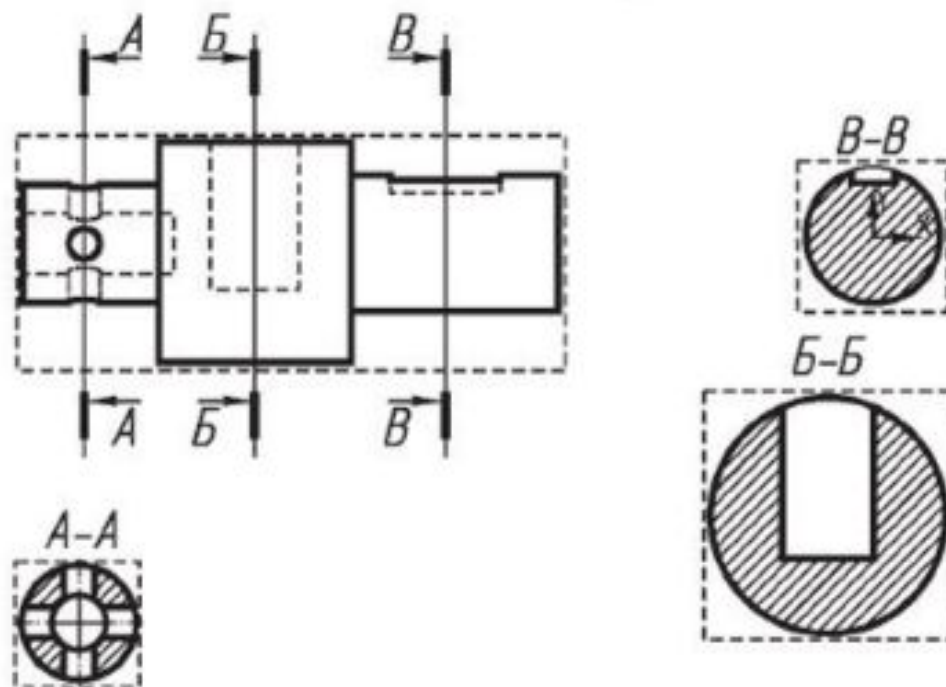

Рисунок 7.18 Результат построения сечений
13. Для построения первого сечения *A-A* на панели *Обозначения* выбрать кнопку *Линия разреза*, указать начальную и конечную точки сечения, щелкнуть ЛК мышки. На *Панели свойств* отключить *Проекционную связь* , нажать кнопку *Разрез*  и разместить разрез точно по линии сечения. Аналогично построить второе сечение *Б-Б* (рисунок 7.18). Выполнить третье сечение и расположить его на месте вида слева, в проекционной связи с главным видом. На *Панели свойств* нажать кнопку *Сечение модели* .